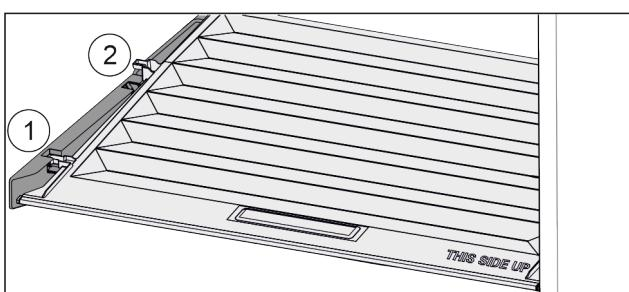

Fig. 89
- Издърпайте напред Fig. 89 (1) капака до отвора в задържащите части.
- Повдигнете го отзад отдолу и отстранете Fig. 89 (2) нагоре.